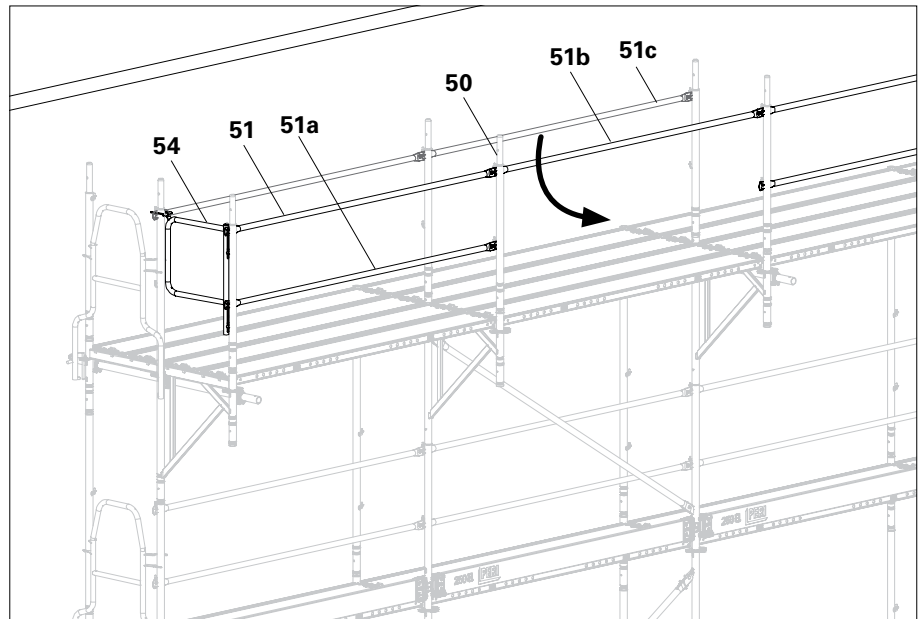

Abb. D1.13
- 5. In Randfeldern Geländerholm (51) und Zwischenholm (51a), dann Stirngeländer EPF 67 (54) montieren.
- 6. In Regelfeldern Geländerholme EPG (51b) an den, auf den Konsolen ECM aufgesteckten Geländerpfosten EVP (50), einhängen.
- 7. Geländerholme (51c) am Grundgerüst abbauen und als Zwischenholme an den Geländerpfosten EVP (50) der Konsolen einhängen. (Abb. D1.13)